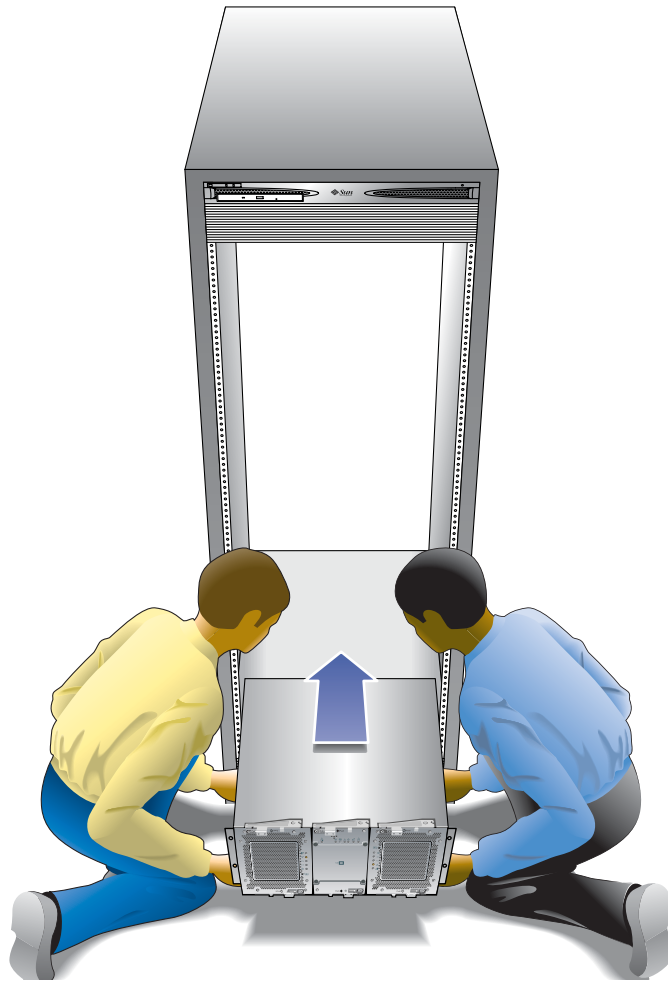

図 2-11 キヤビネットへのトレイの設置
1. トレイの左右に 1 人ずつ、計 2 人でトレイを慎重に持ち上げて、左右のレールの下側の突起に載せます (図 2-11)。